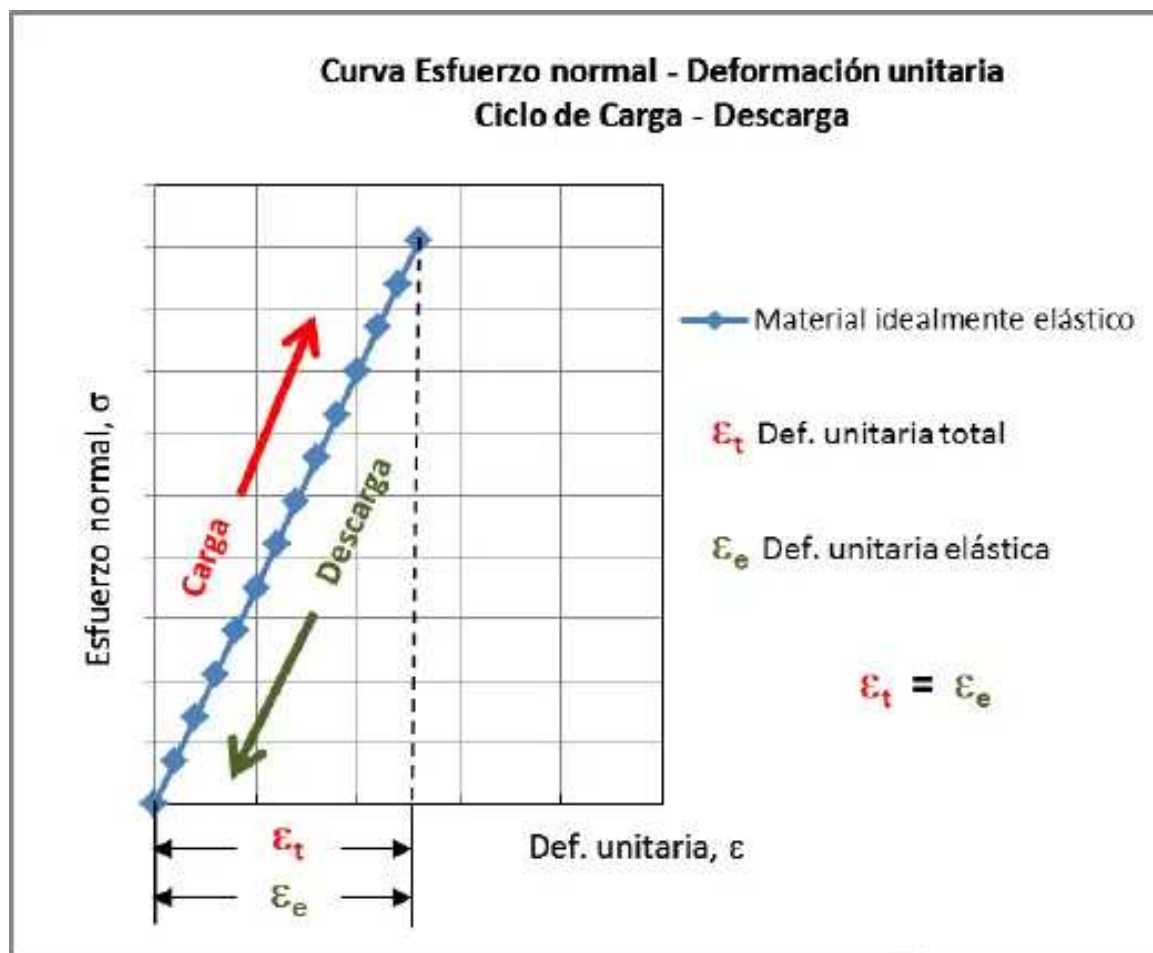

Figura 3. Curvas de ciclo y descarga en material idealmente elástico.
- f) **Material idealmente elástico** es aquel que cuando es sometido a carga, su respuesta de deformación es proporcional al incremento de esfuerzo aplicado, y tiene la propiedad de recuperar su forma y dimensiones iniciales, cuando es retirada toda su carga, figura 3.
- h) **Deformación elástica (ϵ_e)** es la magnitud de la deformación recuperada que presenta en un material cuando se descarga, figura 3.